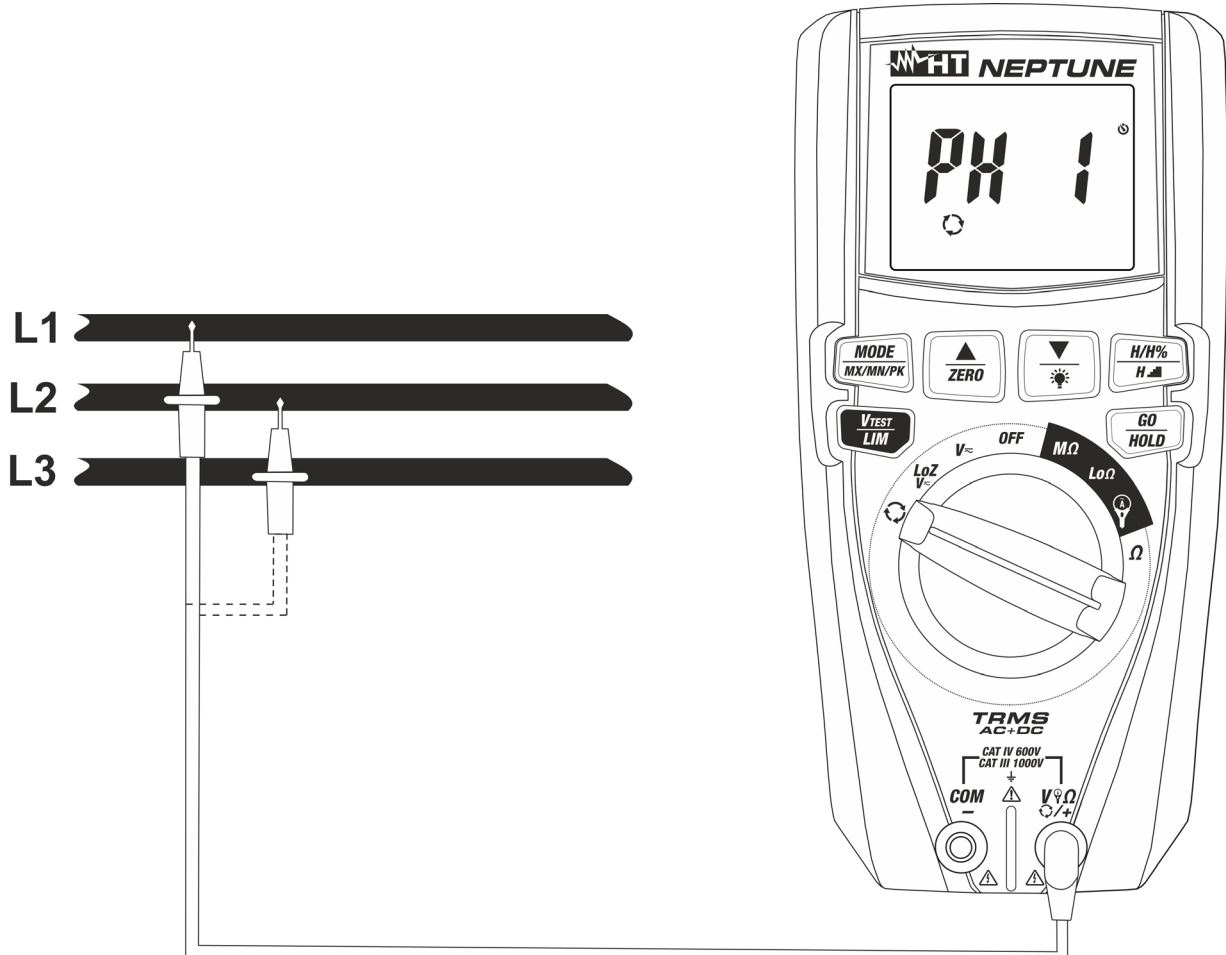
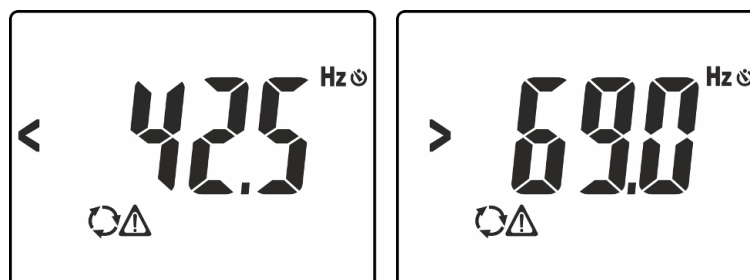
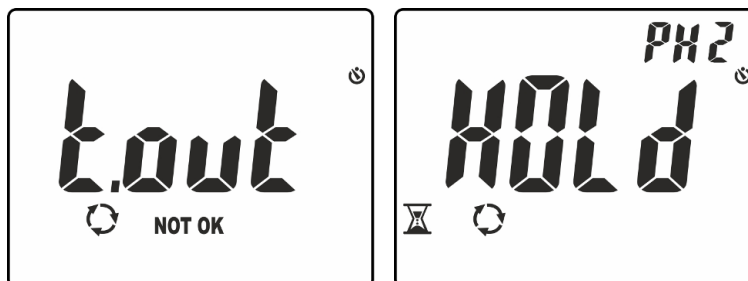

Fig. 10: Uso dello strumento per test di senso ciclico e concordanza delle fasi
Fig. 11: Segnalazione di tensione con frequenza errata
Fig. 13: Riconoscimento fase L1 e attesa per fase L2
3. Posizionare il puntale rosso sulla fase **L1** del sistema trifase in esame (vedere Fig. 10). I seguenti messaggi possono essere mostrati a display (vedere Fig. 11) a identificare la presenza di un segnale di tensione con frequenza esterna all'intervallo **42.5Hz ÷ 69Hz**. In tali condizioni lo strumento non esegue il test
6. Posizionare il puntale rosso sulla fase **L2** del sistema trifase in esame (vedere Fig. 10). Nel caso in cui il passaggio tra la fase L1 e la fase L2 avvenga in un tempo maggiore di **10s** lo strumento mostra il messaggio **"t.out"** a display (vedere Fig. 13 – parte sinistra) In condizioni corrette di tensione e frequenza, lo strumento mostra il messaggio **"HOLD"**, i simboli e **"PH2"** ed emette un suono continuo in attesa del riconoscimento di un valore stabile di tensione sulla fase L2 (vedere Fig. 13 – parte destra)